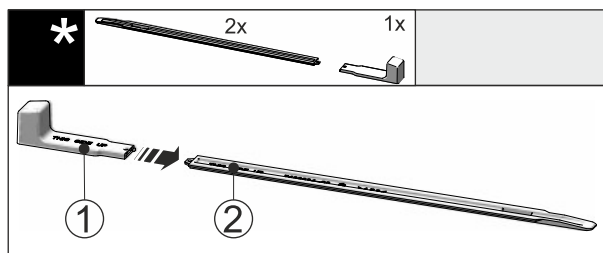

Fig. 45
- Sæt monteringsgrebet Fig. 45 (1) på nivellerings Skinnen Fig. 45 (2).